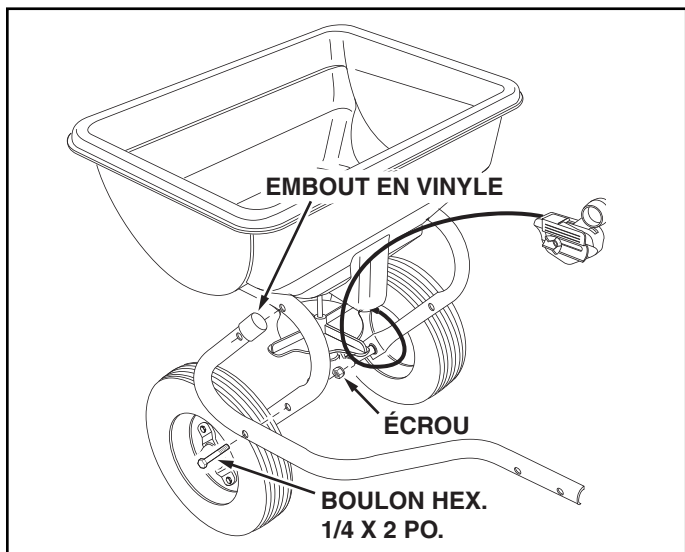

FIGURE 1
1. Placez les embouts en vinyle sur les extrémités des tubes gauche et droit de l'attelage. Voir la Figure 1.
2. Montez le tube d'attelage droit sur le tube de l'épandeur en utilisant deux boulons hexagonaux de 1/4 x 2 po. et deux écrous. Ne serrez pas pour l'instant. Répétez l'opération pour le tube d'attelage gauche. Voir la Figure 1.